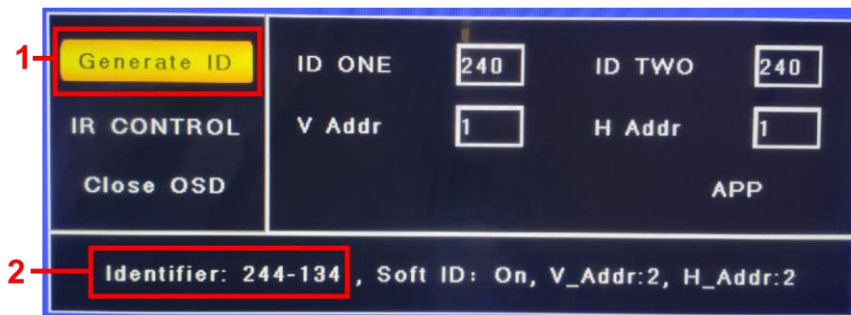

Рис. 8 Назначение идентификаторов для ЖК-панелей.
- 3) По умолчанию ЖК панели имеют идентификатор (ID) 240-240. Нажмите кнопку Generate ID (1), чтобы для каждой панели в составе видеостены был сгенерирован персональный ID (2), рис. 8;